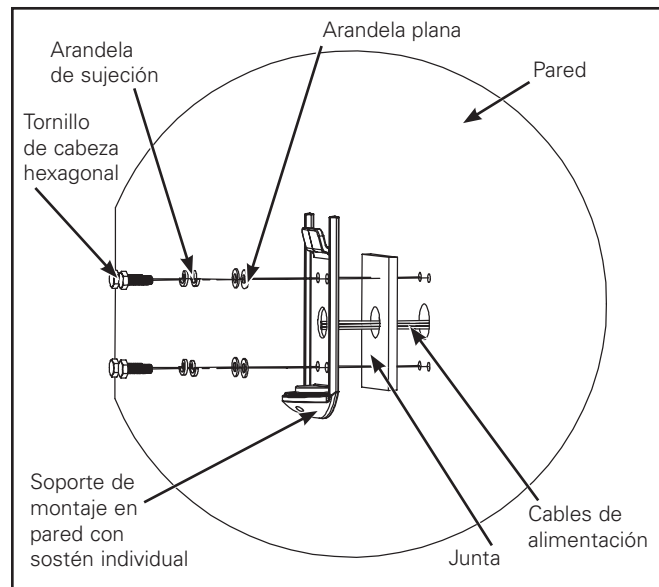

Figura 19.
- Con la placa de montaje en pared como plantilla, perforo cuatro orificios en la pared (Figura 19). Coloque los correspondientes tornillos de anclaje a la pared (no incluidos). Coloque sello de silicona alrededor de la caja de derivación y los tornillos de anclaje.